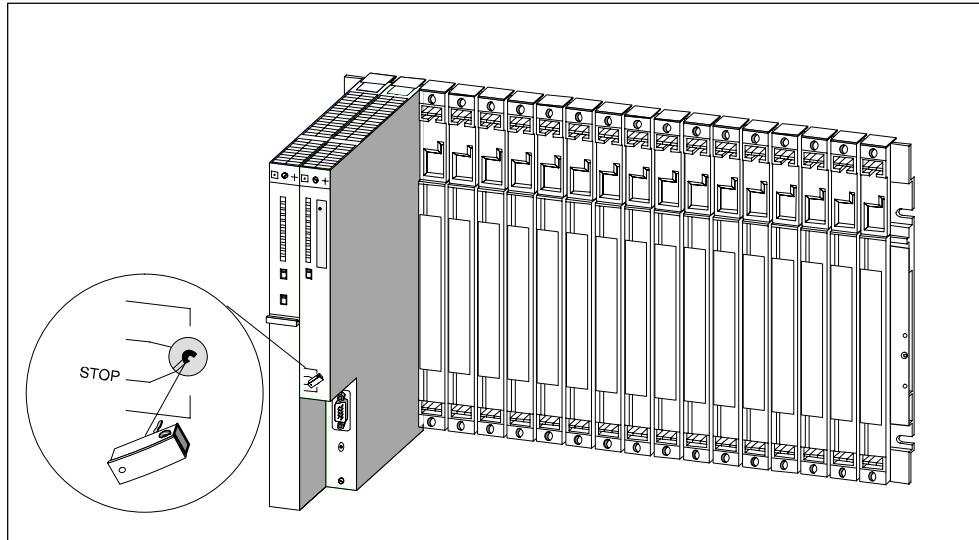

Bild 2-8 Schlüssel in die CPU stecken
8. Stecken Sie den Schlüssel in den Schlüsselschalter in der CPU, nachdem Sie alle Baugruppen montiert haben (siehe Bild 2-8).